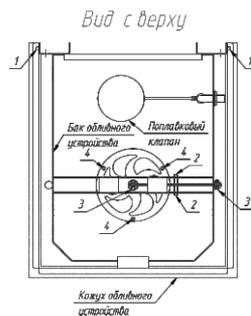

Рис. 4
- 6 Установите декоративный кожух на бак обливного устройства и закрепите его при помощи болтов 1 (см. рис. 4)
- 3 снимите декоративный кожух с бака обливного устройства открутив болты 1 (см. рис. 4)
- 6 отсоедините рычаг слива от сливного механизма раскрутив гайки 2 и 3 (см. рис. 4)
- 7 извлеките сливной механизм из бака обливного устройства раскрутив гайки 4 (см. рис. 4)